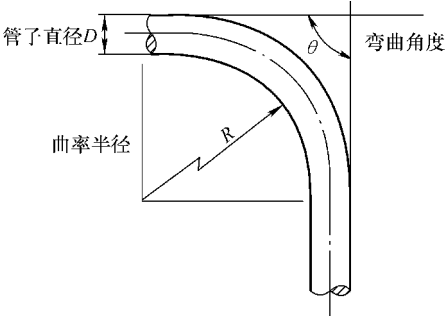

图 5-4 弯曲半径与管子外径的关系
① 截管。根据设计要求确定 PVC 塑料管的长度，然后用管割刀垂直割下塑料管。
② 弯曲。在弯管弹簧的一端系上一段绳子（长度根据弯曲位定），将弹簧的另一端塞入 PVC 塑料管的弯曲处左右两端，用弧形支撑物或膝盖对准弯曲处用力压，即可成型。然后拉住弯管弹簧的一端绳子，将弯管弹簧抽出。注意，弯曲半径必须大于管子外径  $D$  的 5 倍。如果弯曲半径  $R$  比较大，可不用弯管弹簧而直接用手弯曲成型，但弯曲角度一般要求在  $90^\circ$  以上，如图 5-4 所示。